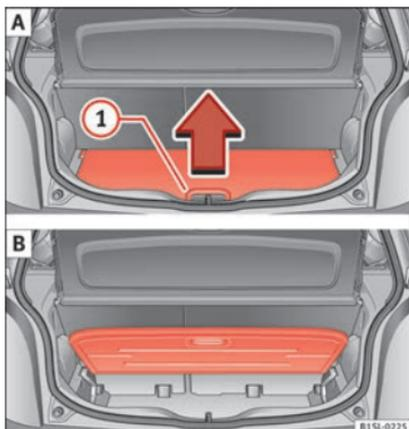

Abb. 71 A: variablen Gepäckraumboden öffnen. B: hochgeklappter variabler Gepäckraumboden.
- Um den Gepäckraumboden *hochzuklappen*, heben Sie den Zuggriff » **Abb. 71** ① in Pfeilrichtung an und ziehen Sie den Boden ganz nach oben » **Abb. 71 B**.